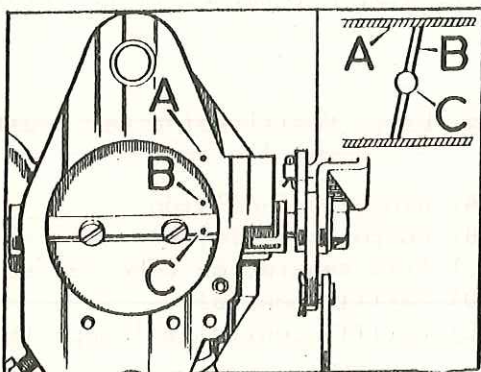

Fig. L2-9 Conjunto de la mariposa
- 3.20. El eje del acelerador con todas sus piezas se instalará en el carburador, introduciendo luego el eje en la válvula de mariposa, alineando las marcas, (Fig. L2-9) que se habían trazado en el desmontaje, y se fijará la mariposa con sus tornillos, pero sin apretarlos. Se accionará varias veces la mariposa para centrarla sobre el eje, y se apretarán los tornillos, inmovilizándolos con un granetazo.